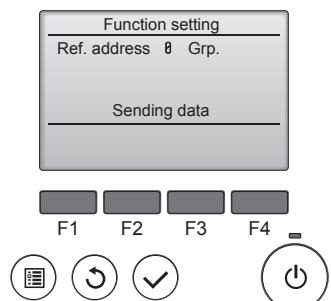

Fig. 6-15
⑤ (Fig. 6-15)
① Går in på funktionsvalsläge